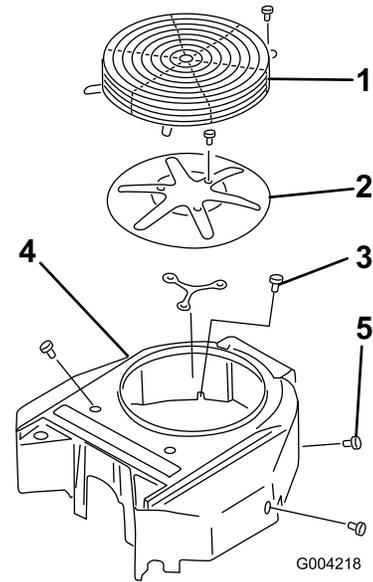

Figure 70
Avant chaque utilisation, enlevez l'herbe, les saletés et autres débris éventuellement accumulés sur la grille du moteur. Cela permet d'assurer un refroidissement et un régime moteur corrects, et réduit les risques de surchauffe et de dégâts mécaniques du moteur (Figure 70).
3. Retirez la grille d'entrée d'air, le lanceur et le boîtier du ventilateur (Figure 70).
5. Remettez la grille d'entrée d'air, le lanceur et le boîtier du ventilateur (Figure 70).